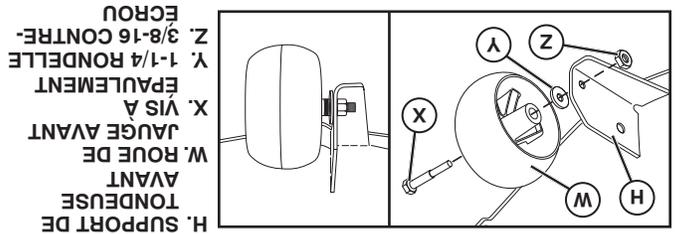

Fig. 25
2. ASSEMBLER LA ROUE DE JUGE AVANT (W) À L'AVANT DE LA TONDEUSE (VOIR LA FIG. 25)